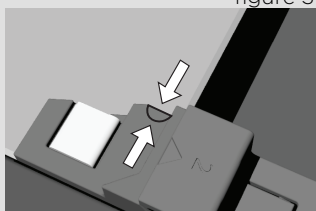

figure 4
- Pour remonter la porte, procédez dans l'ordre inverse. **Note : pour remettre les vitres en place, veillez à aligner les repères (arcs de cercle) de la porte et des vitres (figure 4).**